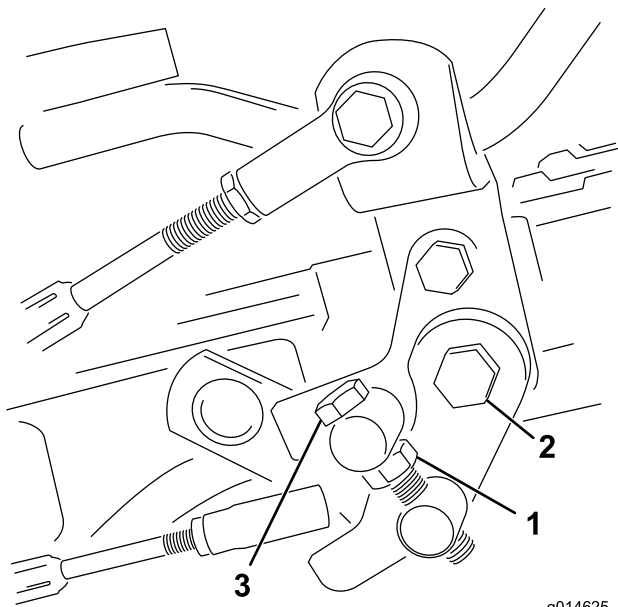

図 50
1. トラニオン・ボルトのジャムナットをゆるめる（図50）。
4. トラニオン・ボルトのジャムナット、およびペダル・ピボットのナットを締め付けて調整を固定する (図 50)。調整を確認し、必要に応じて再調整する。